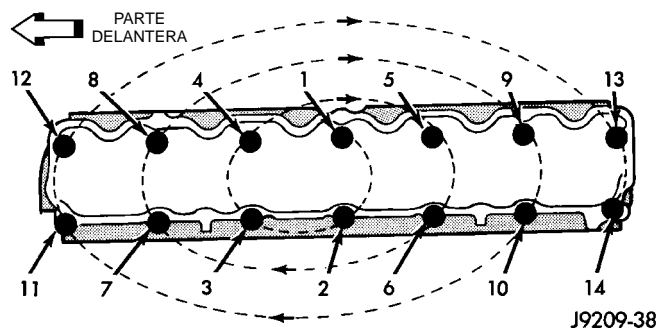

Fig. 36 Secuencia de ajuste de pernos de la culata de cilindros del motor
(3) Con el perno N° 14 mantenido en su posición (con cinta adhesiva alrededor del perno), instale la culata de cilindros del motor encima de los mismos pernos de instalación que utilizó para emplazar la junta. Retire la cinta adhesiva del perno N° 14.
(4) Cubra la rosca del perno N° 11, con sellante Loctite 592 o su equivalente.
(5) Apriete los pernos de la culata de cilindros del motor según la secuencia que se detalla a continuación (Fig. 36).